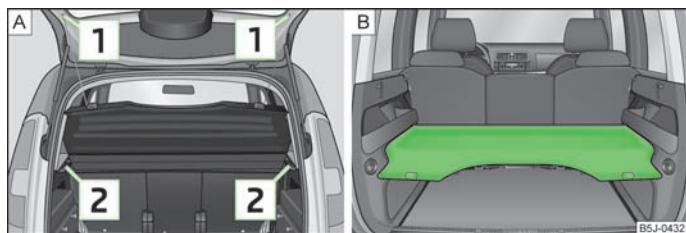

Fig. 45 Desmontar la cubierta del maletero/cubierta del maletero en la posición inferior
- Desenganchar las cintas de sujeción  » fig. 45.
También se puede colocar la cubierta del maletero en la posición inferior sobre los elementos de apoyo » fig. 45 - .